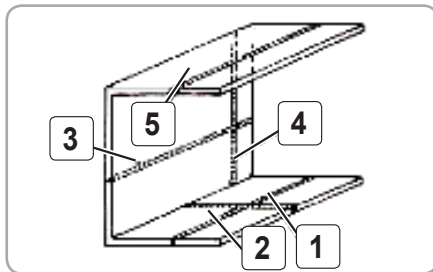

Fig.17
- cusături în V/I (Y), se recomandă pentru sudarea pieselor cu grosime de 8-24mm. Prelucrarea pieselor se face pe o parte, pe o anumită grosime a acestora (în general pe jumătate din grosime). Acest mod de prelucrare a marginilor se întâlnește de obicei la procedeul de sudare sub strat de flux în cazul în care sudarea se face automat.
- cusături de sudură în 1/2V, 1/2U, 1/2X (K) se utilizează mai rar, recomandându-se la sudarea orizontală pe perete vertical (pentru a împiedica scurgerea metalului topit) și la îmbinările în T.
- pentru îmbinări cu cusături în adâncime (fig.17):
- îmbinări sudate orizontale în plan vertical (3);
- îmbinări sudate verticale în plan vertical (4).
- îmbinări sudate de plafon (peste cap) (5);